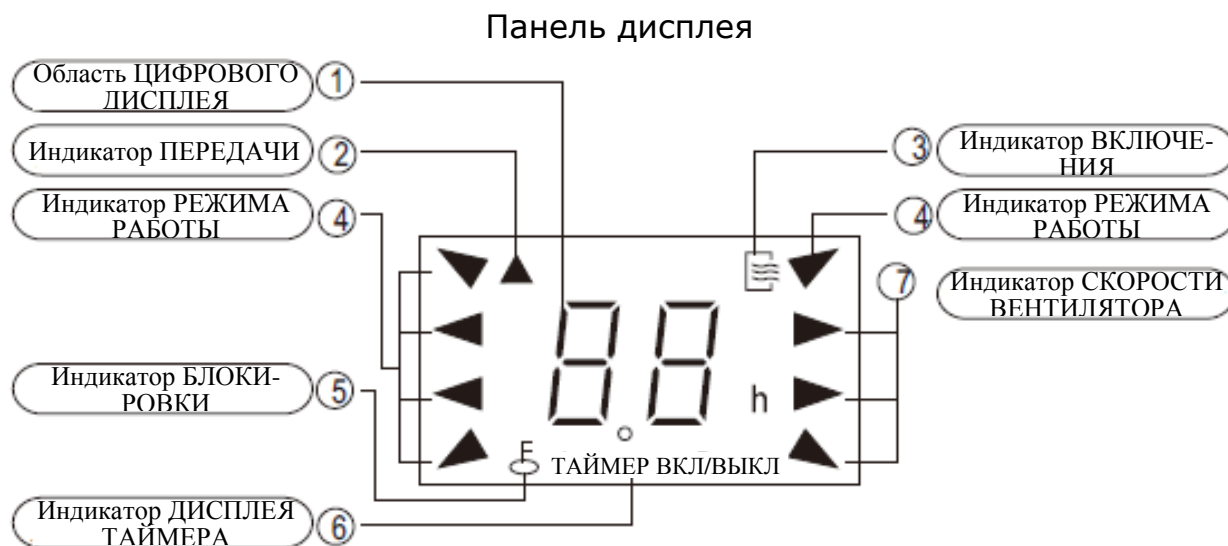

Рис. 2
- ① **Область ЦИФРОВОГО ДИСПЛЕЯ:** В этой области отображается заданная температура, а в режиме ТАЙМЕРА показывается установка включения (ON) и выключения (OFF) установок таймера. В режиме ВЕНТИЛЯТОРА ничего не отображается.
- ② **Индикатор ПЕРЕДАЧИ:** Данный индикатор мигает один раз, когда дистанционный контроллер передает сигналы на устройство внутри помещения.
- ③ **Индикатор ВКЛЮЧЕНИЯ:** Данный символ появляется, когда устройство включается дистанционным контроллером, и исчезает при выключении устройства.
- ④ **Индикатор РЕЖИМА РАБОТЫ:** При нажатии кнопки режима MODE показывает текущий режим работы – «AUTO», «COOL», «DRY», «HEAT» (отсутствует на моделях только с охлаждением) или режим вентилятора «FAN».
- ⑤ **Индикатор БЛОКИРОВКИ:** на дисплее отображается БЛОКИРОВКА при нажатии кнопки LOCK. Нажмите кнопку LOCK еще раз, чтобы очистить дисплей.
- ⑥ **Индикатор ДИСПЛЕЯ ТАЙМЕРА:** Эта область дисплея показывает установки ТАЙМЕРА. То есть, если задано только начальное время операции, он будет показывать включение таймера (TIMER ON). Если задано только время выключения операции, он будет показывать выключение таймера (TIMER OFF). Если заданы обе операции, он будет показывать включение-выключение таймера (TIMER ON-OFF), что указывает на выбор вами времени как пуска, так и выключения.
- ⑦ **Индикатор СКОРОСТИ ВЕНТИЛЯТОРА:** Нажмите кнопку FAN SPEED для выбора нужной установки скорости вращения вентилятора (Auto-Low-Med-High). Ваш выбор отображается в окошке ЖК-дисплея, за исключением автоматической скорости вращения вентилятора (Auto).
**▲ ПРИМЕЧАНИЕ:** Все знаки, показанные на Рис.2, даны в целях ясного представления. Однако при реальной эксплуатации на панели дисплея отображаются только соответствующие знаки функций.